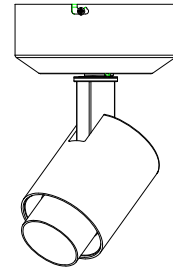

图 1.3
- 1.3. 重新将安装了聚光筒的前框装入灯具 (如图 1.3 所示);